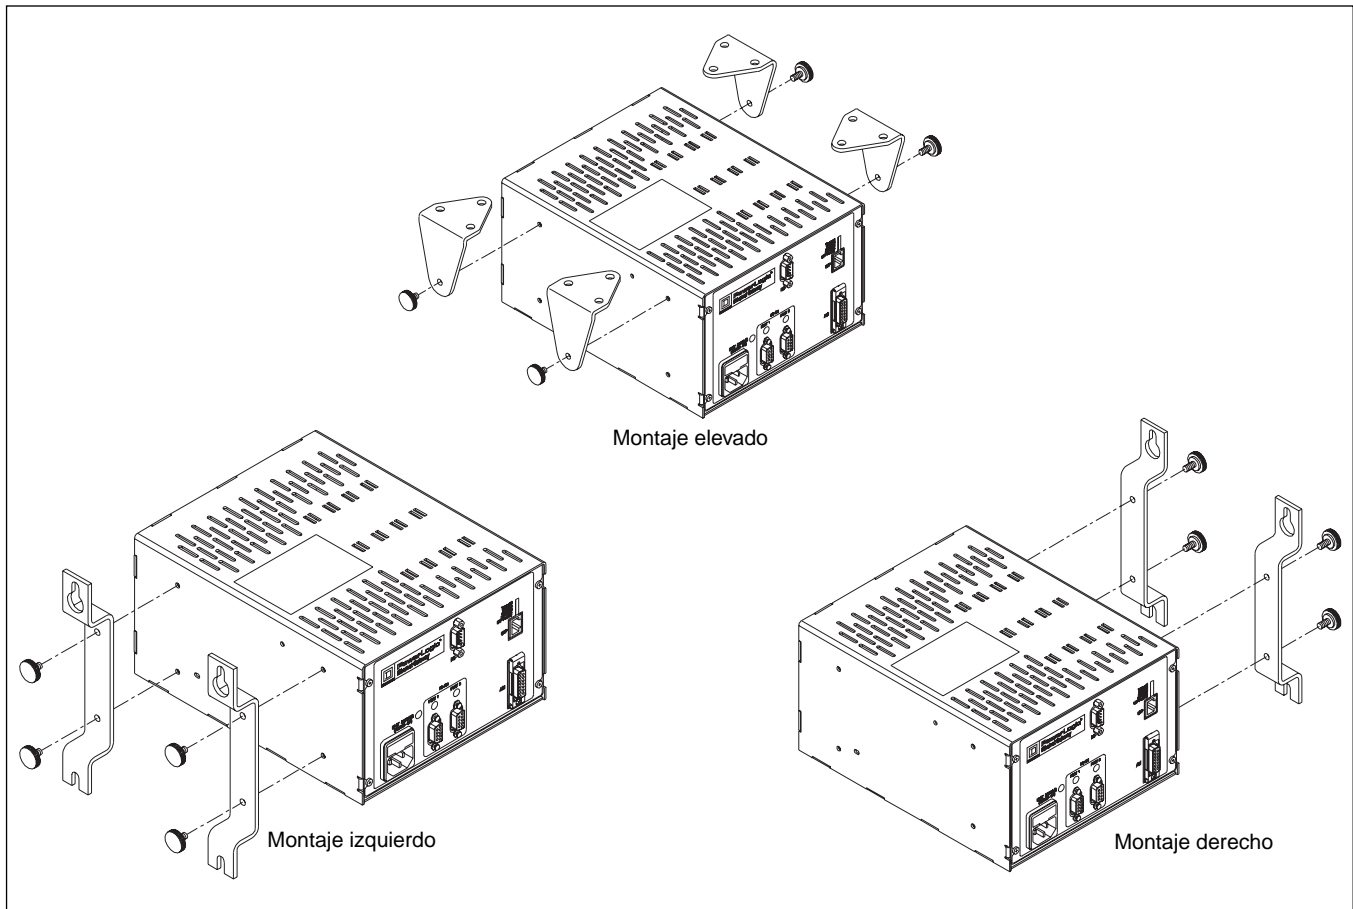

Figura 4-1: Opciones de montaje
La puerta se puede montar sobre una superficie orientada de una de las tres formas que se muestran a continuación (figura 4-1). Los soportes opcionales (Clase 3050, Tipo EGWMBK) se pueden colocar en el lado derecho o izquierdo o en la parte superior.
2. Sujete los soportes a la puerta con los tornillos de mariposa no. 10 incluidos (figura 4-1).
3. Sujete la puerta a los soportes con los tornillos de mariposa no. 10 incluidos (consulte la figura 4-1).